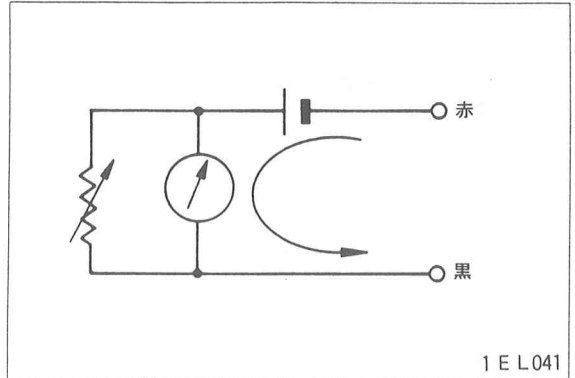

図3 サーキット テスタのオームレンジ
- サーキット テスタのオーム レンジは、電流の流れが図3のようになっている。したがって、導通テストL→Fのときは、黒棒をL端子、赤棒をF端子に当てる。